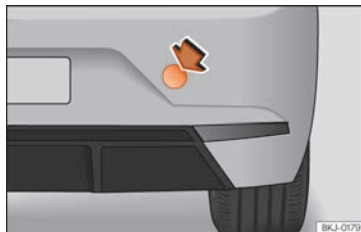

Fig. 158 Partea dreaptă a barei de protecție spate: demontați capacul.
Locul de instalare a inelului de tractare cu fi-let este în partea dreaptă a barei de protecție spate, în spatele unui capac » » fig. 158.
- Apăsați în partea din dreapta sus a capacului » » fig. 158, pentru a-l desprinde.